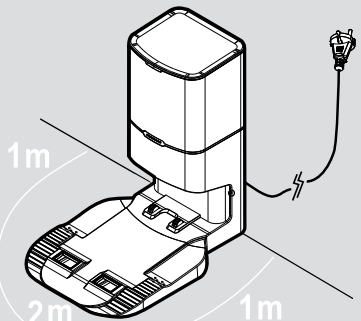

Fig. 2
1. Enchufe la base de recogida de polvo. **[Fig. 2]**
4. No debe haber ningún objeto en la zona alrededor de la base de recogida de polvo durante 2 metros por delante y 1 metro a cada lado. **[Fig. 2]**